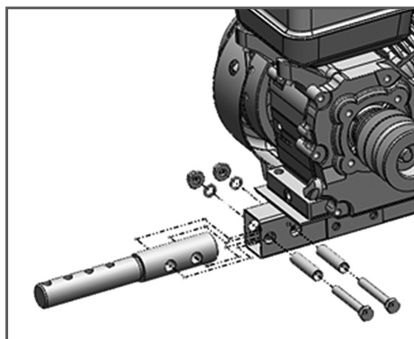

Рис. 4 Установка удлинителя
1. Установить удлинитель на раму мотокультиватора и закрепить двумя болтами М10\*70 (Рис. 4).